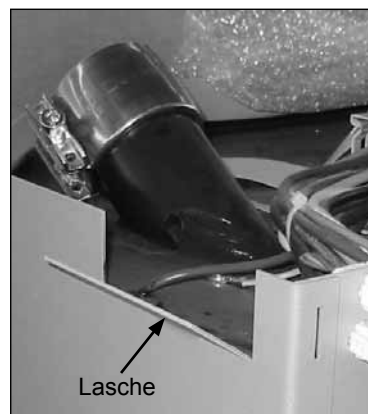

Abb. 43
**Nach Umbiegen der Lasche (Abb. 43) können sie mit einem Kabelkanal die ordentliche Verlegung der elektrischen Zuleitungen (Pumpen, Mischer, Fühler etc.) durchführen.**